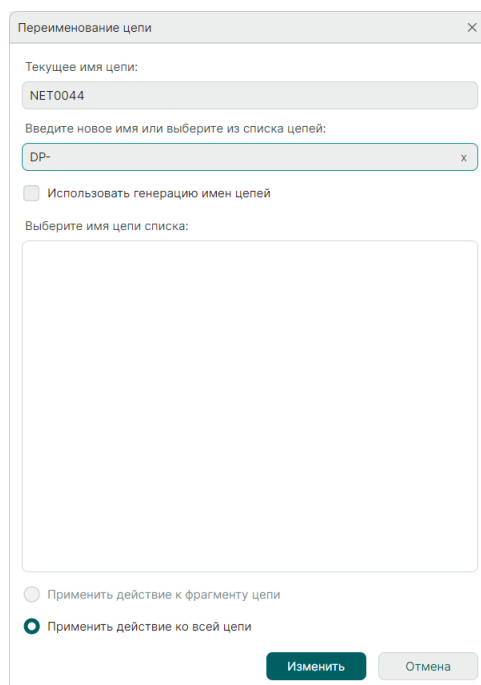

Рис. 140 Переименование второй цепи для создания диффпары
6. В окне «Переименование цепи» в поле «Введите новое имя или выберите из списка цепей» введите имя второй цепи, идентичное первой цепи с суффиксом «-» или «Name_N» в конце имени, см. Рис. 140.